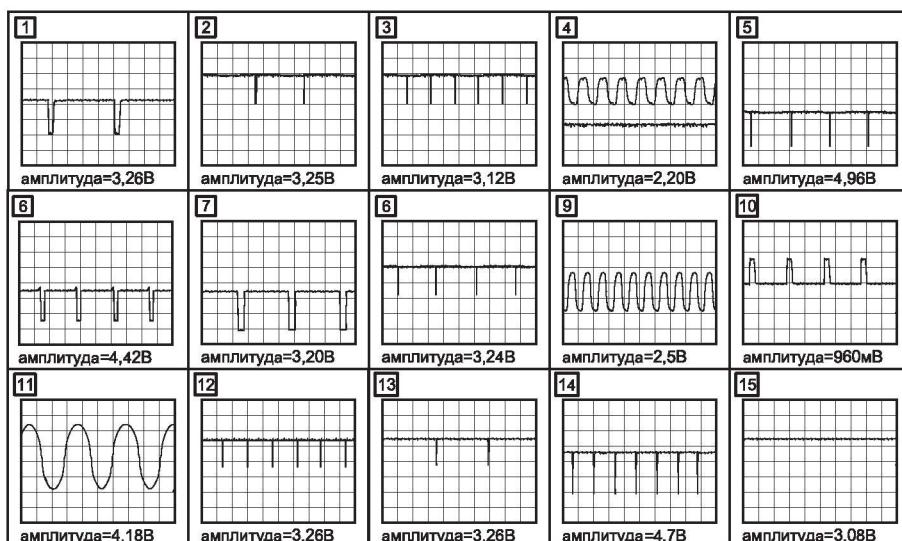

Рис. 8.10. Осциллограммы сигналов в контрольных точках схемы
Сигнал управления схемами фиксации уровней черного CLAMP\_CPU формирует МП (выв. 16). Отсюда он поступает на выв. 28 IC300. Для синхронизации АЦП на выв. 40, 41 IC300 подаются синхросигналы PLL\_H\*V (осц. 7 на рис. 8.10) и MX\_PDEN (осц. 8), формируемые микроконтроллером из входных строчных синхроимпульсов.
Для управления LVDS-интерфейсом микросхема IC406 формирует сигналы синхронизации LDTGB (осц. 1 на рис. 8.10), LVSYNCB (осц. 2), LHSYNCB (осц. 3) и LCKBB (осц. 4). LCD-интерфейс формирует цифровой 20-битный код управления шинными дешифраторами LCD-панели. Конструктивно они расположены на самой LCD-панели, и их выходы управляют засветкой каждого отдельного пикселя.
Проверяют наличие цифровых видеосигналов на выв. 34, 35, 39, 40, 42, 43, 45 и 46 IC601 и их соответствие осц. 15 (рис. 8.10). Если сигналы есть и на выв. 1 и 17 IC501 высокие уровни сигналов, то методом замены проверяют LCD-панель. Если сигналы на выв. 1 и 17 IC501 неактивны — проверяют питание микроконтроллер (5 В
- LDTGB (выв. 76, осц. 1 на рис. 8.10);
Если синхросигналы есть, проверяют наличие синхросигналов на выв. 40 и 41 IC300 (осц. 7 и 8 на рис. 8.10) и сигналов интерфейса I2C на выв. 29 и 30 IC300 (наличие этих сигналов проверяют в момент включения питания монитора). Если одного из сигналов нет, проверяют соответствующие цепи (микросхемы IC207, IC501).
Если сигналы на входах IC300 есть, проверяют ее выходные синхросигналы на выв. 115 и 117 (осц. 9 и 10 на рис. 8.10), а также цифровые 24-разрядные видеосигналы на выходах портов PDA и PDB IC300.
Если форма сигналов на одном из выв. 34, 35, 39, 40, 42, 43, 45 и 46 IC601 не соответствует осц. 15 на рис. 8.10, проверяют эту микросхему и связанные с ней элементы. Если сигналы в норме — заменяют LCD-панель.
Вначале проверяют наличие входных сигналов микросхемы IC404 на выв. 2, 5 и 10 (осц. 11, 12 и 13 на рис. 8.10). Если сигналы не соответст-